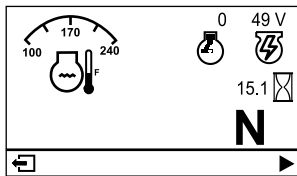

Figura 23
- **Pantalla principal de información (Figura 23):** muestra información sobre el estado actual de la máquina cuando la llave está en la posición de ENCENDIDO.